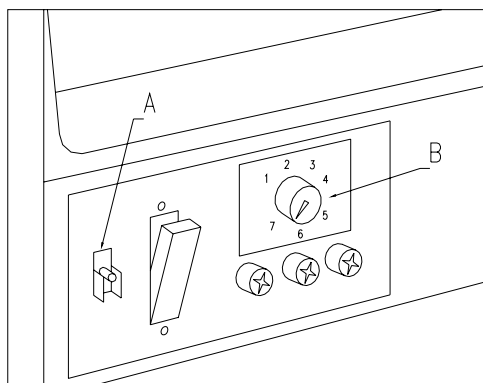

FIG. 3
7.1 MICROINTERRUPTEUR PORTE (FIG. 3)
Sur le renfort en bas se trouvent deux microinterrupteurs -.A fig.3 - protégés contre les interventions accidentelles et qui peuvent être activés seulement par la clé spéciale en dotation. Le microinterrupteur plus haut sert, conformément aux normes, à débrancher toutes les parties électriques de la machine quand on ouvre la porte. Si nécessaire on peut brancher l'alimentation de nouveau à l'aide de la clé spéciale. « AVANT DE FERMER LA PORTE ÔTER LES CLÉS DU PANNEAU ÉLECTRIQUE »
Dès que le microinterrupteur porte est fermé (**FIG. 3 Réf.A**), la machine commence le procédé de autoconfiguration qui consiste dans la vérification soit du nombre des spirales qu'il y a dans chaque tiroir. Dans cette phase, le display affiche **TEST 12** pendant quelques secondes. A la fin, le distributeur entre en service.